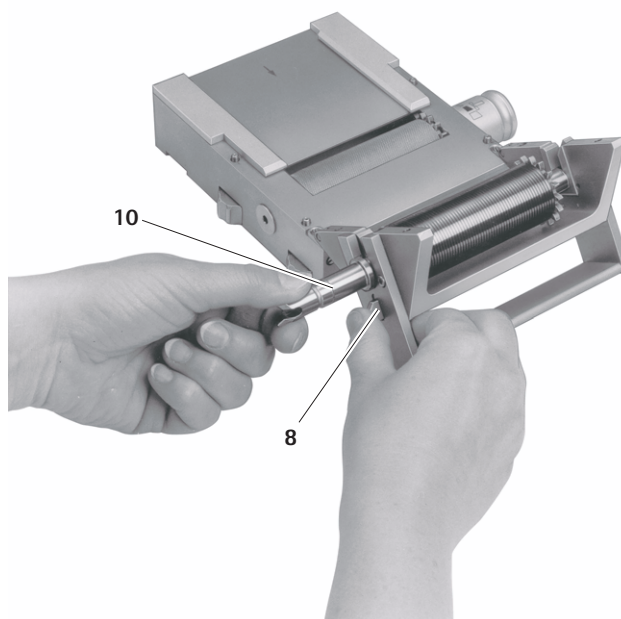

Fig. 3
- Tenere premuto il bloccaggio 8 e contemporaneamente tirare l'albero 10, in modo da disaccoppiare il rullo di taglio 2, vedere Fig. 3.
- Premere il rullo di taglio 2 per l'albero 10 finché scatta in posizione nei punti di supporto 20, vedere Fig. 3.